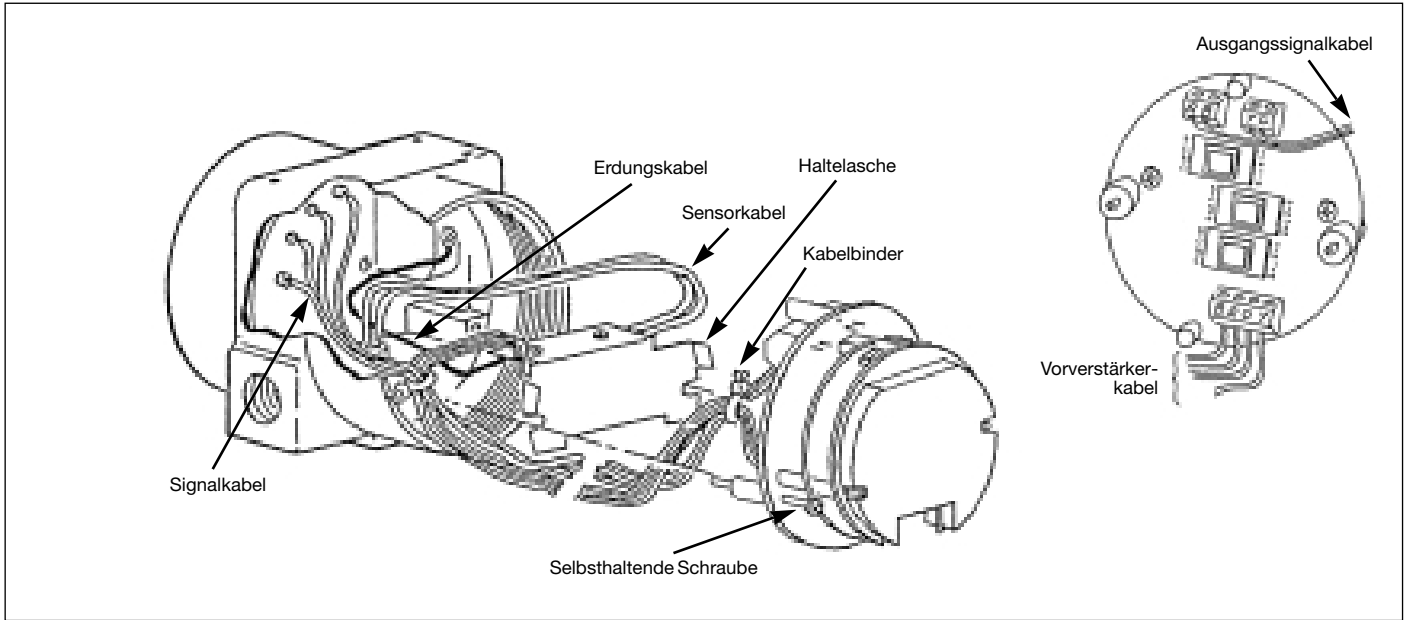

Abbildung 20. Anschlüsse der elektronischen Baueinheit - VFM 3100 mit erweitertem und Standard-Temperaturbereich gemäß CENELEC
- Nach Entfernung der Sicherungen die Deckel abnehmen. Die beiden selbsthaltenden Schrauben (auf jeder Seite der elektrischen Baueinheit) herausdrehen. Siehe Abbildung 20.